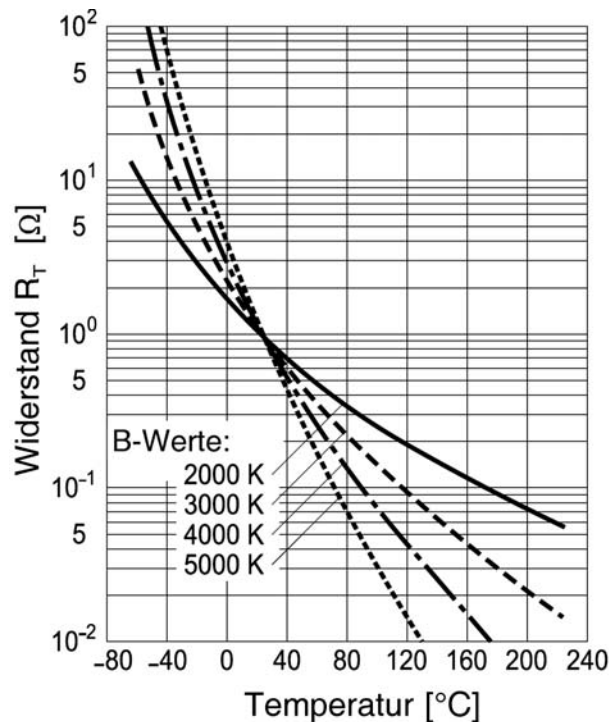

Abb. 1.79 R-T-Kennlinien von Heißleitern mit verschiedenen B-Werten (nach [1.22]).
- B Thermistorkonstante [K] Der Wert bestimmt den Verlauf der R-T-Kennlinie (Abb. 1.79).